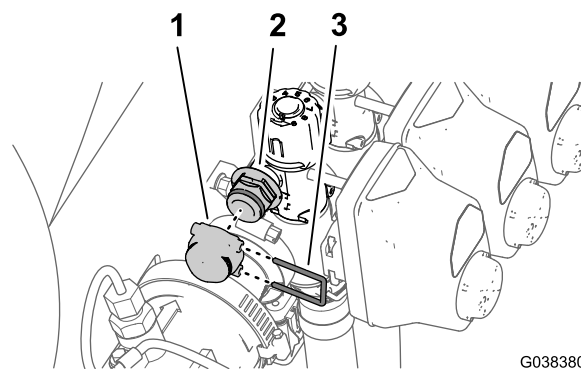

図 86
7. クイックコネクソケットにキャップを取り付ける (図 86)ステップ1で外したリテーナを使用する。